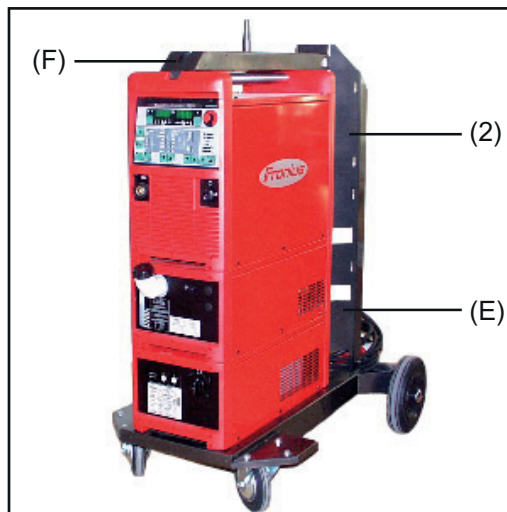

Fig. 13 Chariot avec transformateur automatique, refroidisseur et source de courant
- 23 Accrocher et fixer le logement de dévidoir (F) sur la source de courant (Fig. 13)
- 24 Visser le logement de dévidoir (F) à l'aide de quatre vis sur la rallonge (2) du support de bouteille de gaz (E) (Fig. 13)
- 25 Sur la rallonge (2), fixer la courroie de sécurité sur la partie supérieure de la bouteille de gaz (mais pas au col de la bouteille)